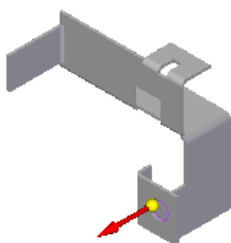
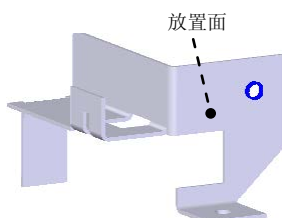
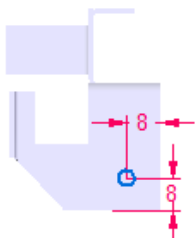

图 5.8.32 定义延伸方向
图 5.8.33 孔特征 2
图 5.8.34 定义孔的位置
(4) 定义孔的延伸方向。调整孔的延伸方向如图 5.8.32 所示的位置。
(5) 单击命令条中的  按钮，完成特征的创建。
Step13. 创建图 5.8.33 所示的孔特征 2。
(1) 选择命令。单击“主页”功能选项卡“钣金”工具栏中的“打孔”按钮
(2) 定义孔的参数。单击 按钮，在“孔选项”对话框 **类型(T):** 下拉列表中选择 **简单孔** 选项，在 **单位(U):** 下拉列表中选择 **毫米** 选项，在 **直径(D):** 文本框中输入值 6，在 **延伸** 区域选择延伸类型为 (全部穿透)，单击 **确定** 按钮，完成孔参数的设置。
(3) 定义孔的放置面。选取图 5.8.33 所示模型表面为孔的放置面，放置孔并定义孔的位置如图 5.8.34 所示，退出草图绘制环境。